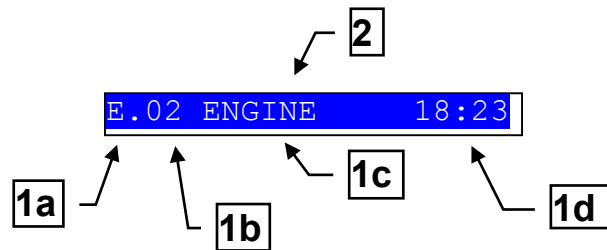

Рис. 4 - Верхняя строка состояния
3.3.3 Верхняя строка состояния (см. рис. 4)